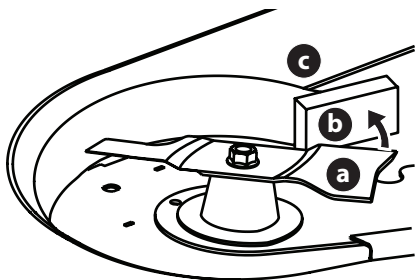

Figura 43
- Envuelva un extremo de la cuchilla (a) con un paño y sujétela para evitar que gire, o inmovilice la cuchilla (a) colocando un bloque de madera (b) entre la cuchilla (a) y el alojamiento de la plataforma (c) (Figura 43).